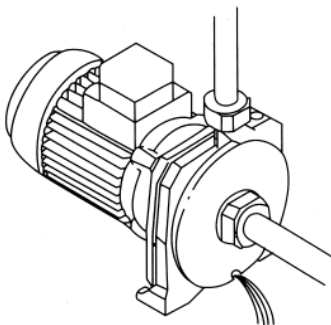

FIG. 5
- 1) Se la pompa rimane inattiva per lungo tempo in luoghi ove la temperatura può scendere sotto lo zero, togliere completamente l'acqua dall'impianto e dal corpo pompa, levando il tappo di scarico (fig 5). Diversamente l'acqua gelando potrebbe creare incrinature nel corpo pompa e nelle tubazioni. Tale operazione è consigliabile anche in caso di lunga inattività a temperature normali.
- 1) Si l'installation reste sans fonctionner dans un lieu exposé au gel pendant longtemps, n'oubliez pas de vidanger complètement le corps pompe et les tuyauteries en dévissant le bouchon de dégorgeement (fig. 5). Autrement l'eau peut geler et feler le corps pompe ainsi que les tuyauteries. Cette opération est également conseillée si la pompe reste longtemps sans fonctionner à température ambiante normale.